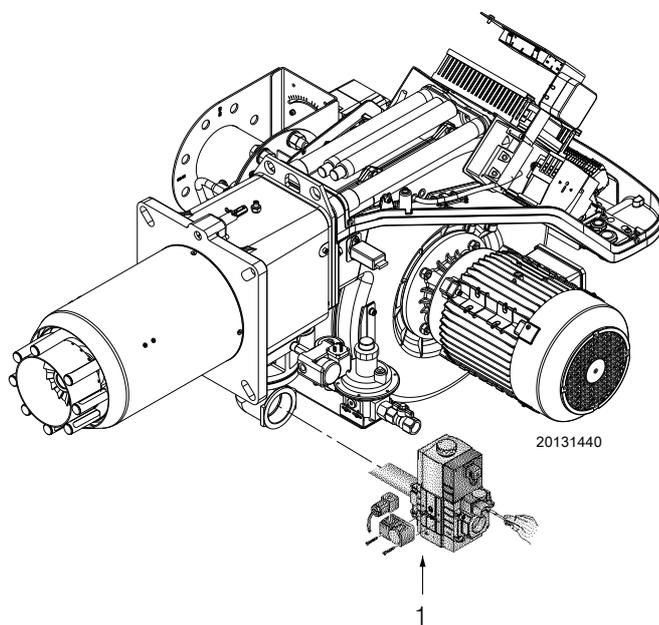

图 41
- ▶ 连接一个压力计到最小燃气压力开关的压力测试点 1) (图 41)，检查燃气供应压力：必须低于燃气阀组所能允许的最大压力，见燃气阀组标牌。
- ▶ 将燃气阀组管路中的空气排净，连接一个塑料管到最小燃气压力开关的压力测试点 1) (图 41)。